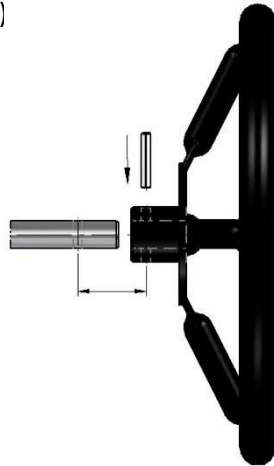

Abbildung 1.
2. Montieren Sie das Handrad und setzen Sie den Spannstift ein, wie in der Abbildung unten beschrieben (abbildung 1.)